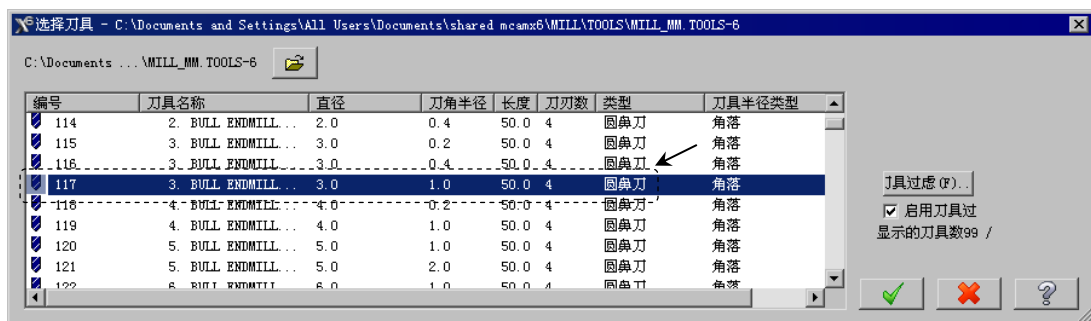

图 7.23 “选择刀具”对话框
Step4. 选择刀具。在“曲面精加工浅平面”对话框中单击 **选择刀库** 按钮, 系统弹出“选择刀具”对话框, 在该对话框的列表框中选择图 7.23 所示的刀具。单击 按钮, 关闭“选择刀具”对话框, 系统返回至“曲面精加工浅平面”对话框。
(1) 在“曲面精加工浅平面”对话框的 **刀具路径参数** 选项卡的列表框中显示出 Step4 所选择的刀具, 双击该刀具, 系统弹出“定义刀具-机床群组-1”对话框。
(2) 设置刀具号码。在“定义刀具-机床群组-1”对话框的 **刀具号码** 文本框中, 将原有